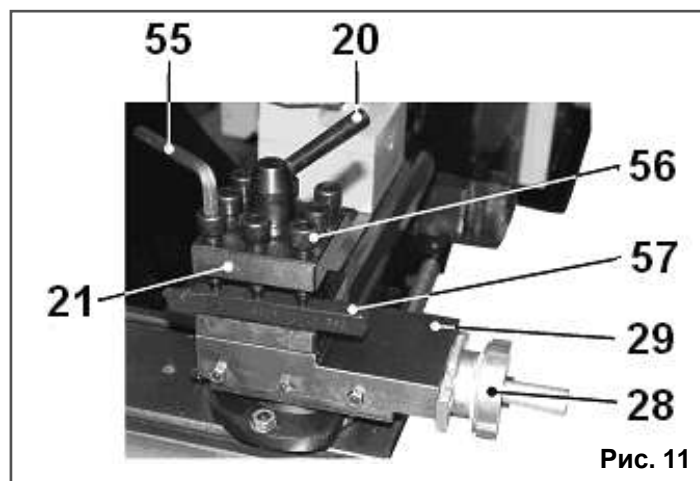

Рис. 11
10.1.8. Используя шестигранный ключ (55), выкрутите три болта (56), установите необходимый для предполагаемой операции резец (57) в резцедержатель (21), равномерно, с достаточным усилием закрутите три болта (56), Рис.11. Убедитесь, что режущая часть головки резца (57) находится по центру диаметра заготовки. Положение резца (57) можно проверить по центру (58), зажатому в трёхкулачковом самоцентрирующемся патроне (8).
10.1.10. Поверните ручку фиксации (20) резцедержателя (21) против часовой стрелки.
Выберите необходимый для данной операции резец (57) или угол установки резца (57), зафиксируйте положение резцедержателя (21), для чего поверните ручку фиксации (20) в обратном направлении с определённым усилием, Рис. 11.